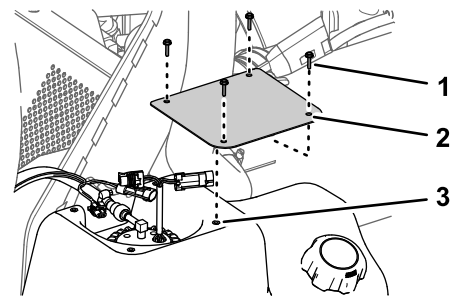

Figura 84
1. Montați capacul la nivelul rezervorului (Figura 84) cu cele 4 uruburi (#10 x 3/4") pe care le-ai îndepărtat în pasul 2 din Îndepărtarea capacului pompei de combustibil (Pagină 64).